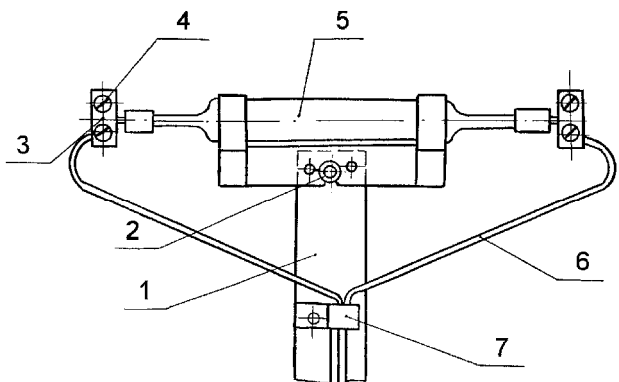

Рисунок 3 - Установка лампы UVT ДРТ 240 STANDARD
- 2) снять контакты 3 (Рисунок 3) на концах лампы, вывинтив винты 4;
- снять контакты 3 (Рисунок 3) с лампы 5, ослабив винты 4;